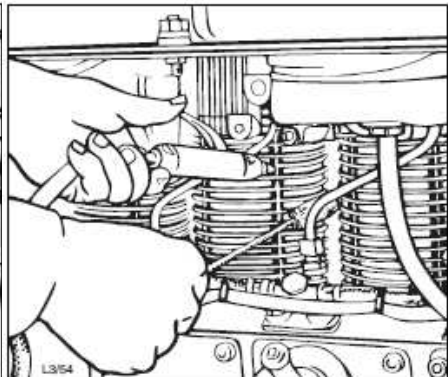
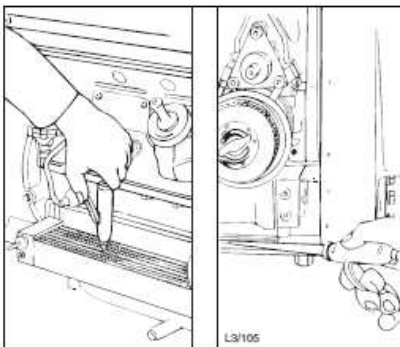

Abb. 36 – Reinigung
Abb. 37 – Reinigung
- Den Kühllüfter und die Rippen des Zylinderkopfs bzw. des Zylinderkörpers mit einer Bürste sauber machen (abb. 36, abb.37).